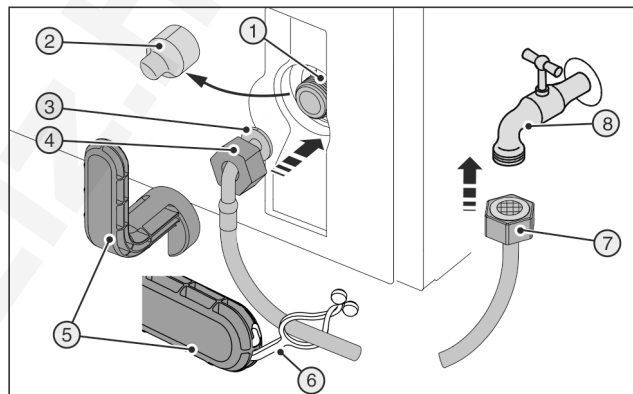
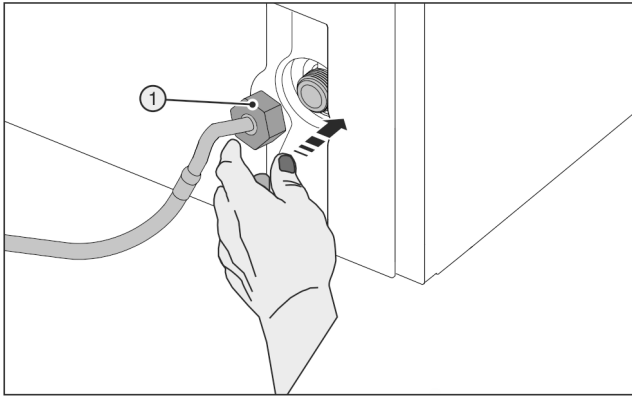

Fig. 28
Fig. 29
Törött segédszerszám Fig. 28 (5)!
- ▶ Kizárólag szobahőmérsékleten használja a segédszerszámot Fig. 28 (5).
- ▶ Húzza le a burkolatot Fig. 28 (2).
- ▶ Egyszerűsített szerelés: Fektesse a tömlő egyenes végét Fig. 28 (7) bal felé a padlóra.
- ▶ Tolja fel teljesen az anyát Fig. 28 (4) a meghajlított tömlővéghöz Fig. 28 (3), és tartsa meg.
► Óvatosan tegye fel az anyát Fig. 29 (1), és két ujjal, egyenesen tartva csavarja fel a menetre, míg biztosan ül a helyén.
► Húzza meg az anyát Fig. 29 (1) a segédszerszámmal Fig. 28 (5) az óramutató járásával megegyező irányban, míg el nem éri a maximális nyomatékot, és a segédszerszám Fig. 28 (5) leforog.
► Csavarja fel az anyát Fig. 28 (7) az elzáró szelepre Fig. 28 (8).
► Húzza meg az anyát Fig. 28 (7) a segédszerszámmal Fig. 28 (5) az óramutató járásával megegyező irányban, míg el nem éri a maximális nyomatékot, és a segédszerszám Fig. 28 (5) leforog.
► Nyissa ki a vízellátás elzáró csapját Fig. 28 (8), és ellenőrizze a teljes vízrendszer tömítettségét.
► Akassza be a fület Fig. 28 (6) a segédszerszámba Fig. 28 (5), és tárolás céljából rögzítse a rozsdamentes acél-tömlőn.